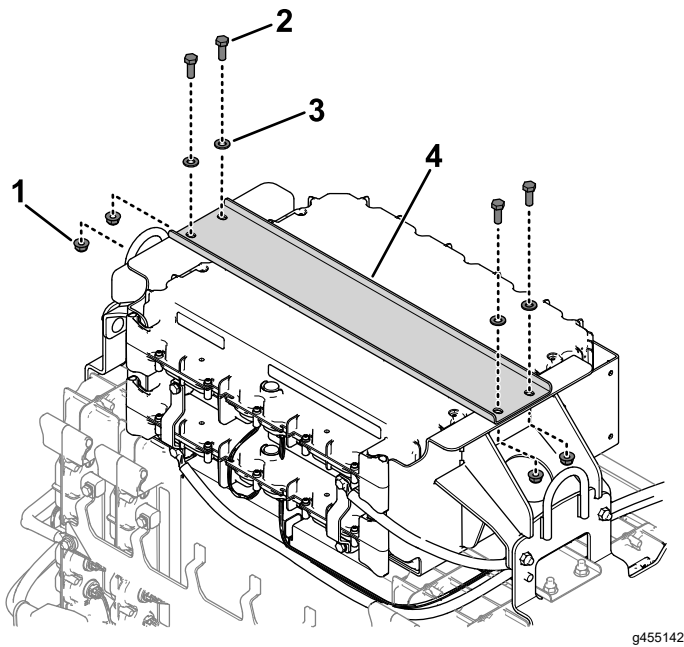

Figura 12
8. Utilice 4 pernos de cabeza hexagonal (5/16") y 4 tuercas hexagonales con arandela prensada para fijar la cubierta de baterías a la bandeja de baterías (Figura 12).